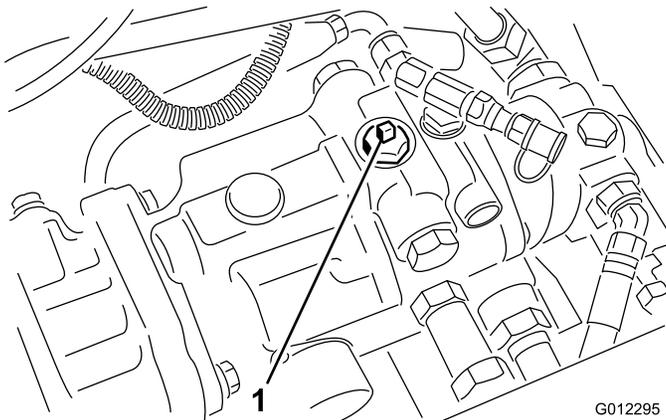

Bild 21
- Drehen Sie das Sicherheitsventil um 90 Grad (Bild 21).